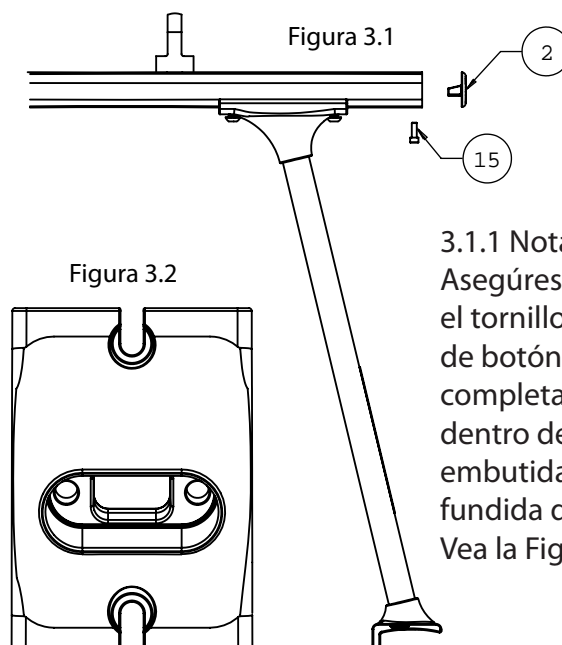

Figura 3.1
3. Inserte la tapa del extremo de la barra transversal con la superficie de montaje plana mirando hacia abajo en el extremo de la barra transversal. Usando el orificio en la parte inferior de la barra transversal y los tornillos de cabeza tubular M6 (ítem 15). Ajuste los tornillos de cabeza tubular M6 usando la llave Allen de 3/16". Repita en el lado opuesto. Consulte la Figura 3.1.